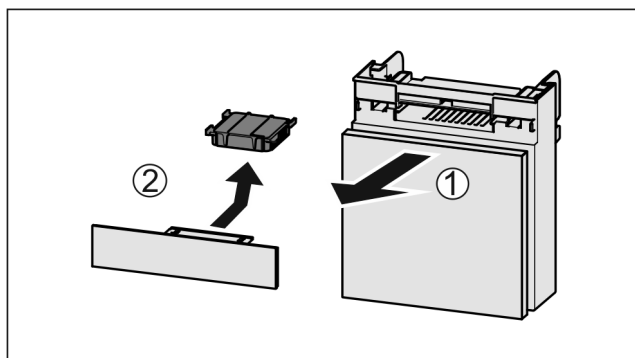

Fig. 210
- Zásuvku vytáhněte dopředu Fig. 210 (1).
- Filtr s aktivním uhlím vyjměte Fig. 210 (2).